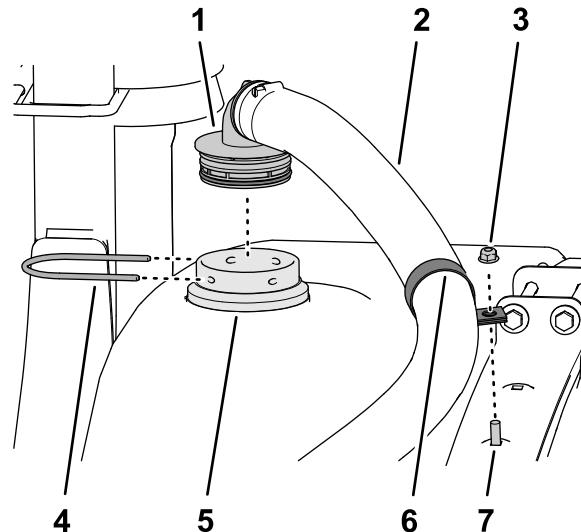

Figure 29
4. Placez un collier en R autour du flexible du mélangeur (Figure 29).
5. Placez le raccord à 90° cannelé du flexible du mélangeur dans le raccord de traversée et fixez-le en place avec un étrier (Figure 29).
6. Placez le collier en R sur le boulon de carrosserie et fixez le collier (Figure 29) avec un contre-écrou à embase (5/16").
Remarque: Au besoin, déplacez le collier en R pour l'aligner sur le flexible du mélangeur (Figure 29).